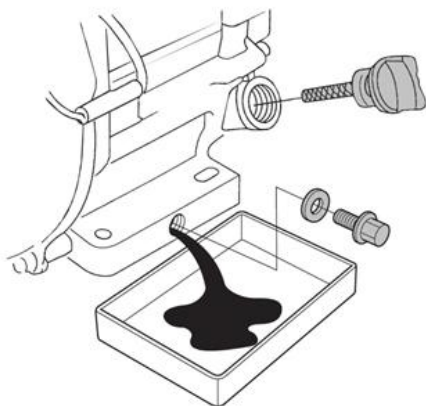

Рис. 17 Замена масла в двигателе
4. Очистите от загрязнений зону вокруг маслосливной горловины. Извлеките крышку-щуп из маслосливной горловины (Рис. 17) и протрите щуп чистой ветошью.
5. Открутите пробку для слива масла и слейте отработанное масло в подготовленную для этого емкость (Рис. 17).